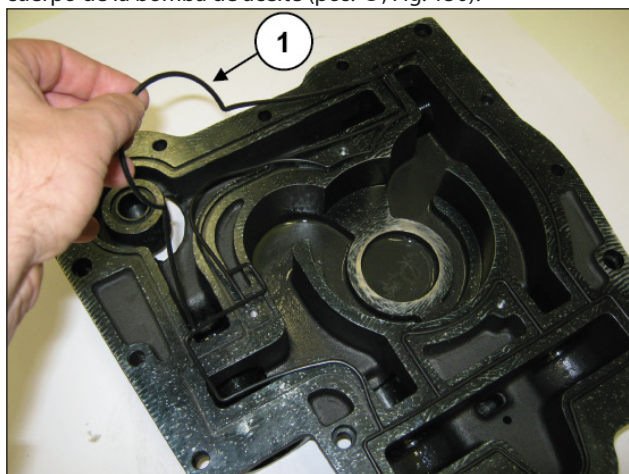

Fig. 150
Introducir la junta tórica perfilada en el alojamiento del cuerpo de la bomba de aceite (pos. ①, Fig. 150).